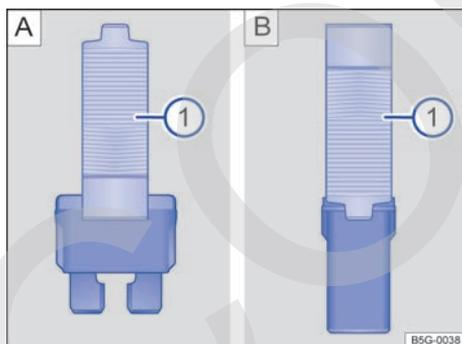

Fig. 141 Retirar o colocar el fusible con la pinza de plástico: A) fusible plano, B) fusible de bloqueo.
- De ser necesario, retirar la pinza de plástico → fig. 141 ① de la cubierta de la caja de fusibles.
- De acuerdo con la versión del fusible, colocar las garras adecuadas del alicate plástico → fig. 141 A) ① o → fig. 141 B) ① de forma lateral en el fusible.